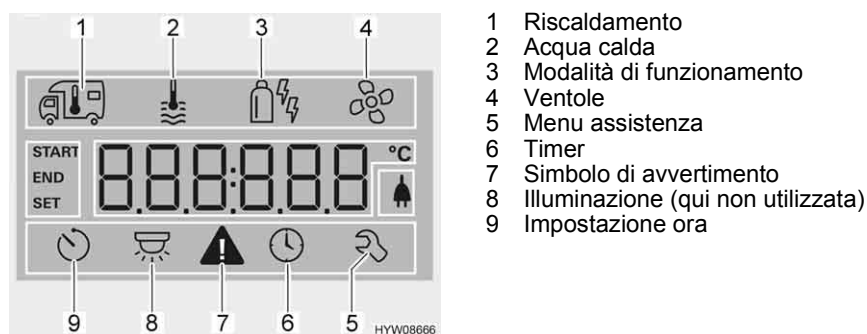

Fig. 80 Display
- Ruotare la manopola/il pulsante (Fig. 72,6), finché il simbolo del menu relativo all'acqua calda (Fig. 80,2) lampeggia.